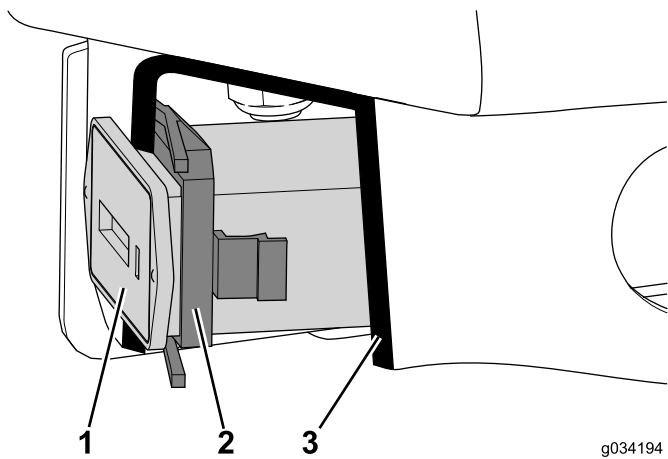

图12
- 从中央控制台总成上卸下固定小时表的卡环（如配备）（图12）。